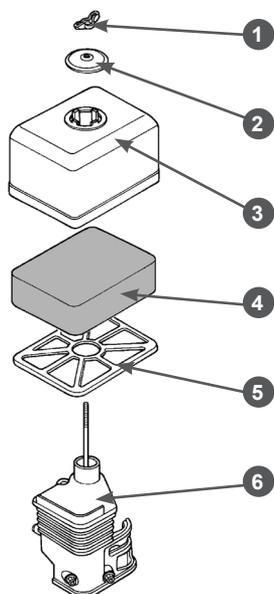

Рис. 18 Обслуживание воздушного фильтра
1. Открутите барашковую гайку 1, снимите шайбу 2 и крышку 3 воздушного фильтра в сборе с фильтрующим элементом 4 и сепаратором 5 (Рис. 18).
2. Извлеките из крышки 3 сепаратор 5 и фильтрующий элемент 4 (Рис. 18).
4. При незначительном загрязнении промойте поролоновый фильтрующий элемент 4 (Рис. 18) теплым мыльным раствором и просушите. Поврежденный или сильно загрязненный поролоновый фильтрующий элемент замените.
6. Произведите очистку крышки 3 воздушного фильтра, сепаратора 5 и основания 6 воздушного фильтра, не допуская попадания грязи и пыли в воздухопровод, ведущий к карбюратору (Рис. 18).